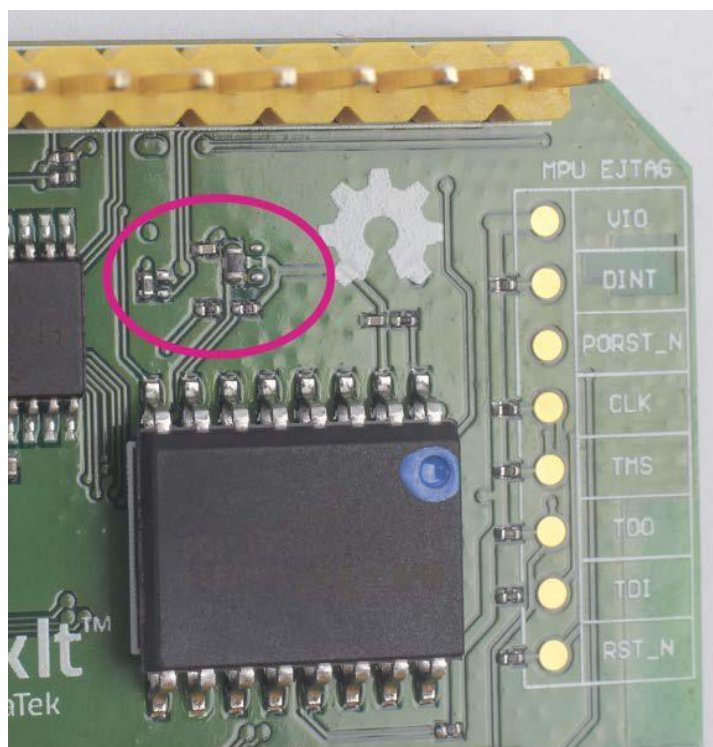

图 4 LinkIt Smart 7688 开发板背面的 JTAG 电阻
- 1) 找到的 LinkIt Smart 7688 开发板背面右上角的一组电阻，如图 4 红色圆圈所示。